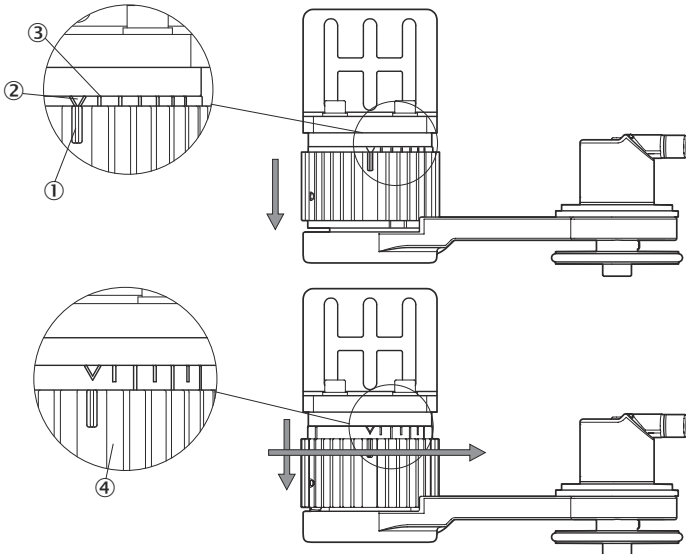

Abbildung 12: Ablesen der Federspannung von dem Feststellmechanismus
- Wenn das Gerät in Übereinstimmung mit der Beschreibung in **Kapitel 5.2** installiert wird, gibt die Skala (**Abbildung 12**) die derzeit angewendete Kraft an. Jeder Strich steht für einen Schritt im Diagramm für die Federkraft, das in **Kapitel 3.2** dargestellt ist. Wenn die Geräteanzeige parallel zur Befestigungsfläche liegt, kann die Spannkraft 1 zu 1 übernommen werden. Wenn das Gerät in einem Winkel (**Abbildung 4**) zur Messfläche montiert ist, weicht die angewendete Kraft etwas ab und kann mithilfe der Formel **Berechnung der tatsächlich angewendeten Spannkraft** berechnet werden.
- ▶ Den Feststellmechanismus nach vorne drücken (**Abbildung 12**) um sicherzustellen, dass sich der Feststellmechanismus frei bewegen kann. Um die Kraft einzustellen, den Arm in die Position für die gewünschte Kraft drehen und den Feststellmechanismus loslassen. Bei einer Verwendung im Uhrzeigersinn fixiert sich der Feststellmechanismus von selbst.
- ▶ Wenn das Gerät in Übereinstimmung mit der Beschreibung in Kapitel 5.4 installiert wird, gibt die Skala (Abbildung 12) die derzeit angewendete Kraft an (diese sollte anfangs auf null stehen).